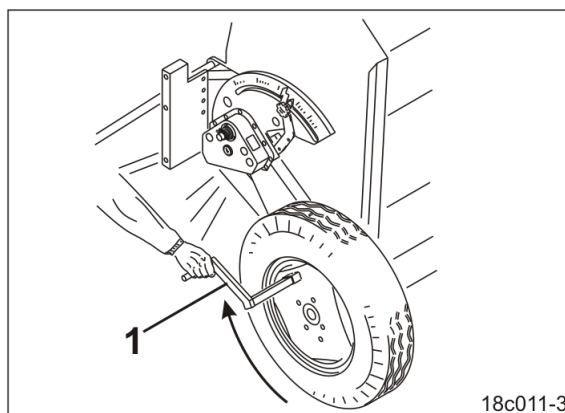

Bild 158
- 9.3. Sätt i veven (Bild 158/1) i fyrkantsröret på höger hjul.